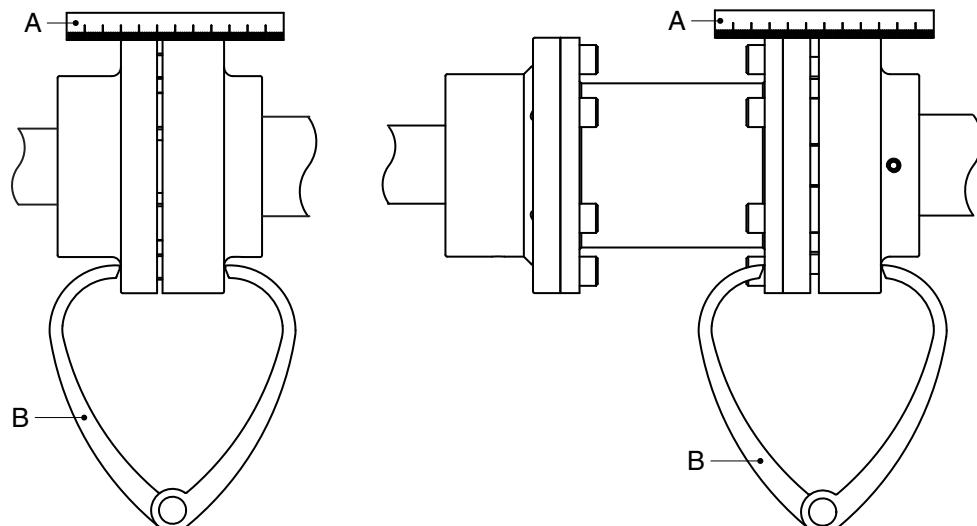

Рисунок 3: Совмещение муфты при помощи линейки и пары кронциркулей
- 1 Поместите линейку (A) на муфту. Вставьте или снимите столько медных шайб, сколько необходимо, чтобы установить электродвигатель на нужную высоту таким образом, чтобы прямая кромка касалась обеих полумуфт по всей длине, см. рисунок 3.
- 3 Еще раз проверьте совмещение при помощи пары кронциркулей (B) в 2 диаметрально противоположных точках по бокам полумуфт, см. рисунок 3.